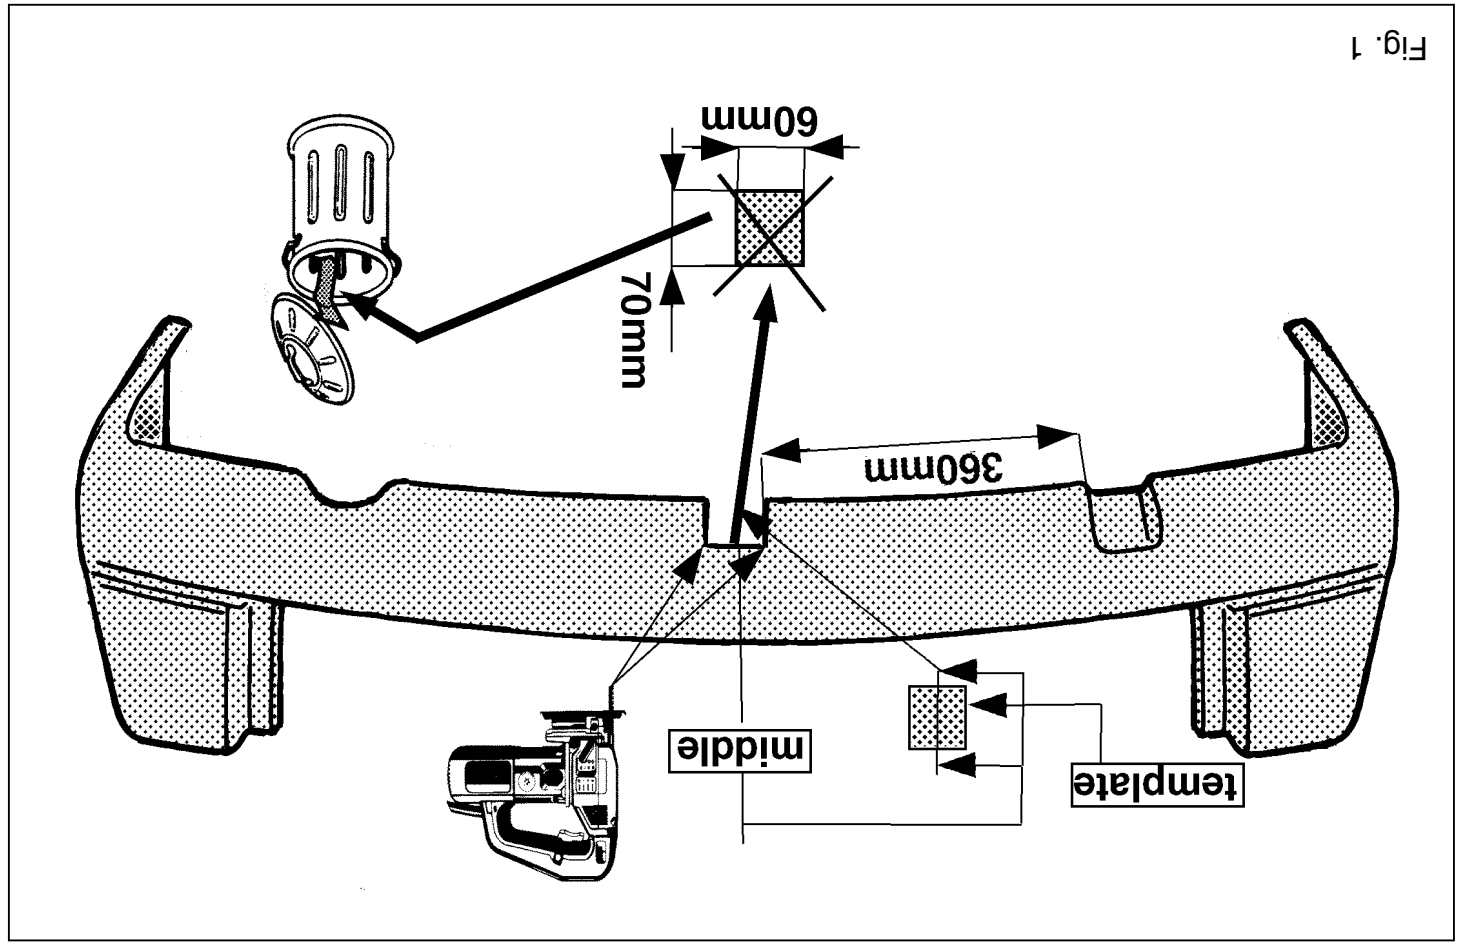

Fig. 1
2. Knip de sjabloon uit en plaats deze aan de onderzijde in het midden op de bumper. Zaag overeenkomstig fig.1 het aangegeven deel uit.
2. Cut the template out and place it on the underside in the middle of the bumper. Cut out the part indicated in fig. 1.
2. Die Schablone ausschneiden und in der Mitte an die Stobstangenunterseite anlegen. Gemäß Fig. 1 das angegebene Stück heraussägen.
2. Korzystając z szablonu rys.1 przyłożyć na środku zderzaka i wykonać podcięcie.
2. Découper le gabarit et le positionner sur le dessous du milieu du pare-chocs. Scier la partie indiquée conformément à la fig. 1.
2. Recortar la plantilla y colocarla en el lado inferior en el centro del parachoques. Serrar y sacar la parte indicada de acuerdo con la fig. 1.